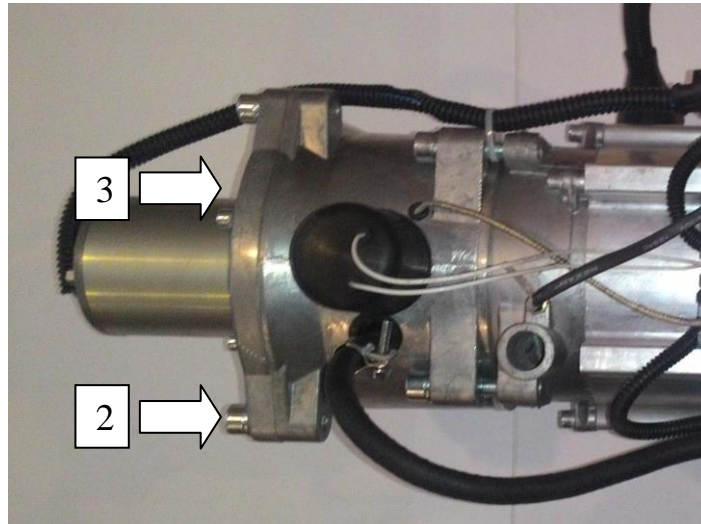

Рис.15 Демонтаж нагнетателя подогревателя ПЖД 16-01СТ
- отвернуть 3 винта М8 поз.2 крепления нагнетателя поз.3 рисунок 15 и снять нагнетатель;
- вывернуть 3 винта М8 поз.2 и снять нагнетатель поз.3 рисунок 15;